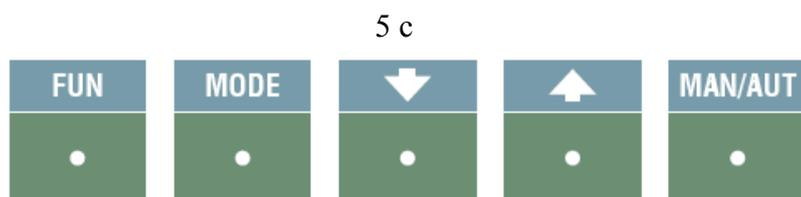

Рис. 1
– Установите ручной режим (MAN), нажмите клавишу MODE и удерживайте в течение 5 с (Рис. 1).